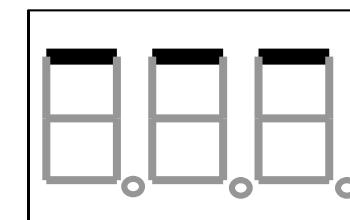

Рис. 5 Режим дозатора без отключения тока
- выходной ток не изменится после окончания работы дозатора (рис. 5);
Изменение стартового значения дозатора доступно только в одном из режимов дозатора (рис. 5,6,7). Перейдите в один из режимов дозатора, выполнив все пп. 9.3.2, а в пп. 9.3.2.2, выберите соответствующий мерцающий символ дозатора.